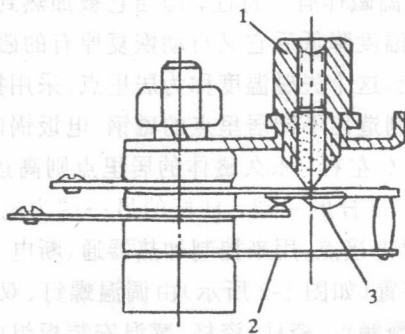

图 1-2 恒温器构造
(1) 磁钢限温器内有两块磁体,其中与限温器顶部紧贴的是软磁体(亦称感温磁体),另一块和行程盘固定在一起的是永久磁铁。感温磁体有一特性,即当它被加热到某一温度,就会失去磁性,温度降低后它又自动恢复原有的磁性,这一特性称为居里效应,这个失磁温度称为居里点。采用控制磁铁成份的办法,可以制造出不同居里点的磁钢。电饭锅内的感温磁体居里点为 105°C 左右。永久磁体的居里点则高达 450°C ,整个限温器连在一杠杆的一端,杠杆的另一端为电饭锅按钮。杠杆上装有一对电接点,用来控制加热器通、断电。
(2) 恒温装置(如图 1-2 所示)由调温螺钉、双金属片、弧形储能簧片、动静触点、瓷柱、瓷杆,感温安装板组成。整个装置是利用螺钉将感温安装板与电热盘固定在一起,完成温度传感。同时动、静触点又与发热盘内部的发热丝构成串联电路,从而控制电流的通断。恒温装置的温度定在 $65^{\circ}\text{C} \pm 5^{\circ}\text{C}$ 左右。